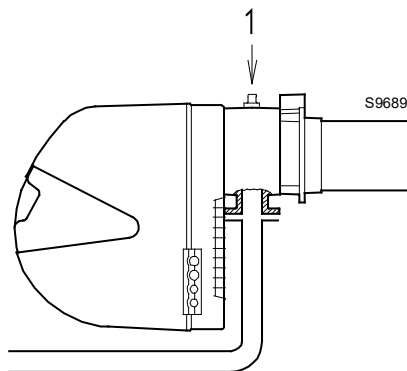

Fig. 17
Presión del gas en la toma 1)(Fig. 17), con:
Pérdida de carga válvula de mariposa del gas 2)(Fig. 17) con abertura máxima: 90°.
Pérdida de carga rampa 3)(Fig. 17) que comprende: válvula de regulación VR, válvula de seguridad VS (ambas con la máxima abertura), regulador de presión R, filtro F.
- restar a la presión del gas en la toma 1)(Fig. 17) la presión de la cámara de combustión.
Para conocer la presión del gas necesaria en la toma 1)(Fig. 17), fijada la potencia máxima de modulación a la cual se desea que funcione el quemador:
- Leer a la derecha, columna 1, la presión en la toma 1)(Fig. 17).
presión necesaria para la toma 1)(Fig. 17).